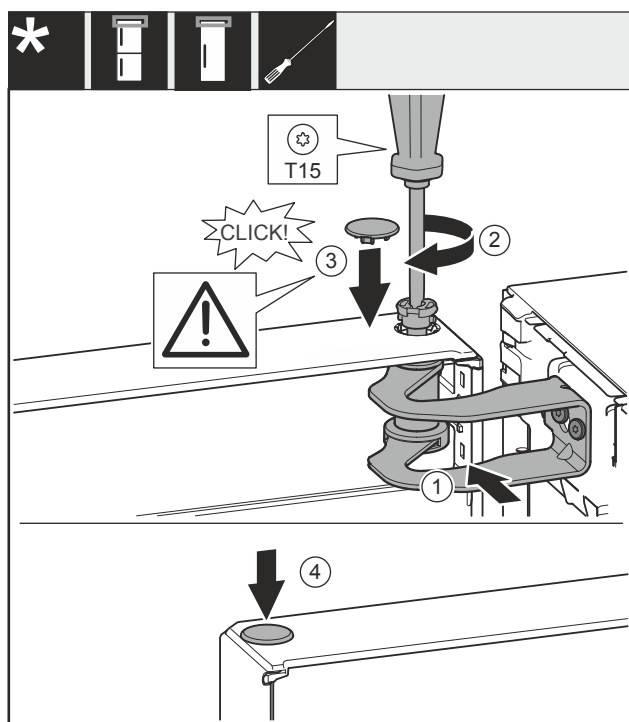

Fig. 59
- ▶ Aligner la porte sur l'ouverture du support de palier Fig. 59 (1).
- ▶ Insérer l'axe Fig. 59 (2) et le serrer avec un tournevis.
- ▶ Installer le couvercle Fig. 59 (3).
- ▶ Vérifier que le couvercle Fig. 59 (3) repose bien sur la porte.
- ▶ Installer le couvercle Fig. 59 (4).